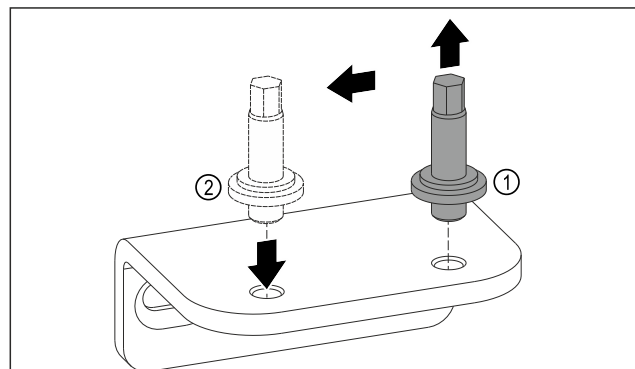

Fig. 11
- Bolzen des unteren Lagerbocks mit Außensechskant-schlüssel SW5 herausdrehen. Fig. 11 (1)
- ▶ Bolzen auf der Gegenseite einsetzen. *Fig. 11 (2)*